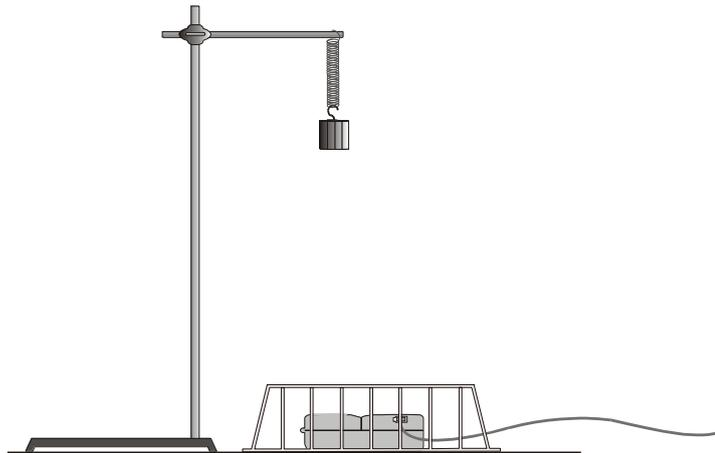

Figura 4: Sistema massa-mola em MHS.
1. Prenda a mola a uma barra horizontal conectada a um anel e segure a massa a partir da mola como mostrado na Figura 4. Esteja certo de que a mola e a massa pode se movimentar presa à barra sem se desprender.